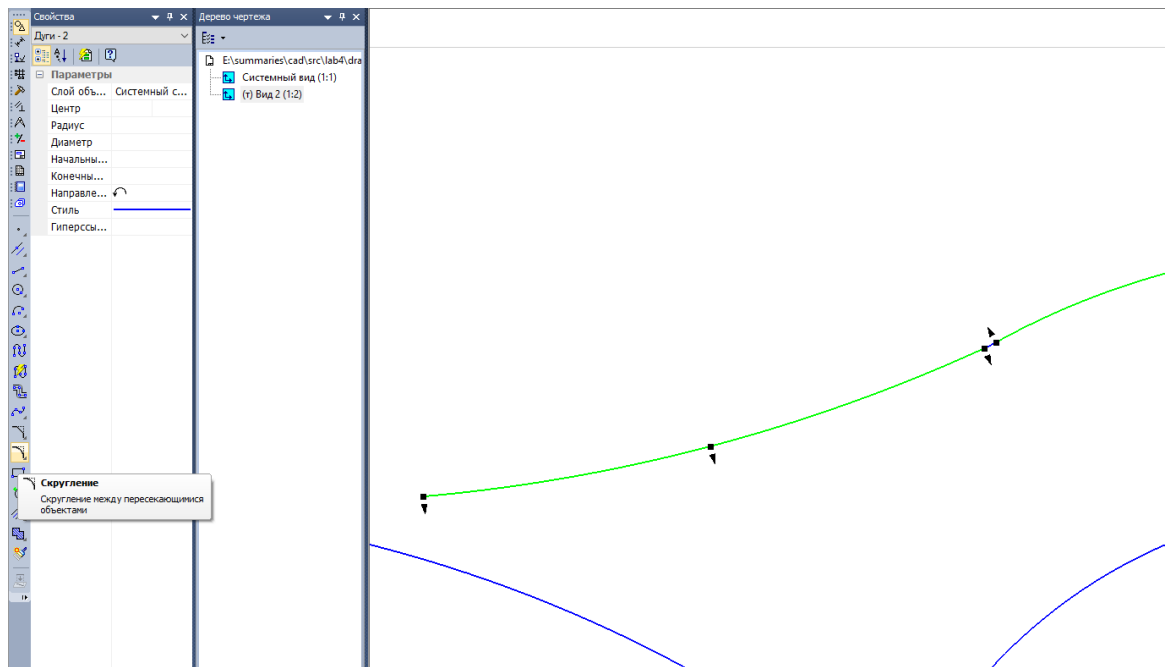

Рис. 4.10
9. За допомогою інструменту “Заокруглення” (“Скругление”) заокруглюємо редаговані дуги (рис. 4.10).